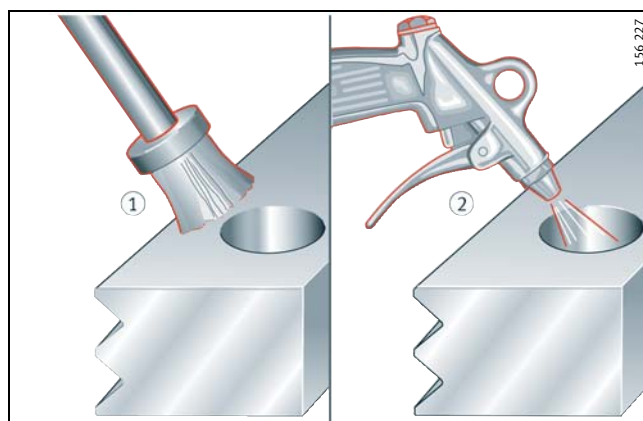

Bild 8 · Mutter/Senkung entfetten und trocknen
■ Senkungen in der Führungsschiene und Einsatzmuttern ESM mit handelsüblichen Reinigungsmitteln entfetten (Bild 8, ①).
■ Senkungen und Einsatzmuttern trocknen (Bild 8, ②).